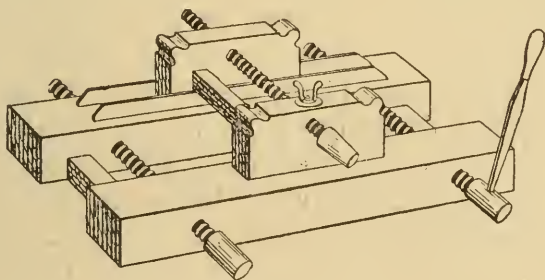

Fig. 11.
9. *Presse à rogner.* — Cet outil qui sert à retrancher toute la saillie des plis est représenté par la figure 11. Nous empruntons sa description au dictionnaire Larousse, en faisant remarquer qu'un examen de quelques instants en apprendra plus long que la meilleure des descriptions. La presse à rogner est composée de deux jumelles que traversent deux vis en bois. Le pas de vis est aussi fin que possible, la tête de vis est plus grosse que le corps; afin de bien appuyer sur la jumelle et de pouvoir exercer une pression